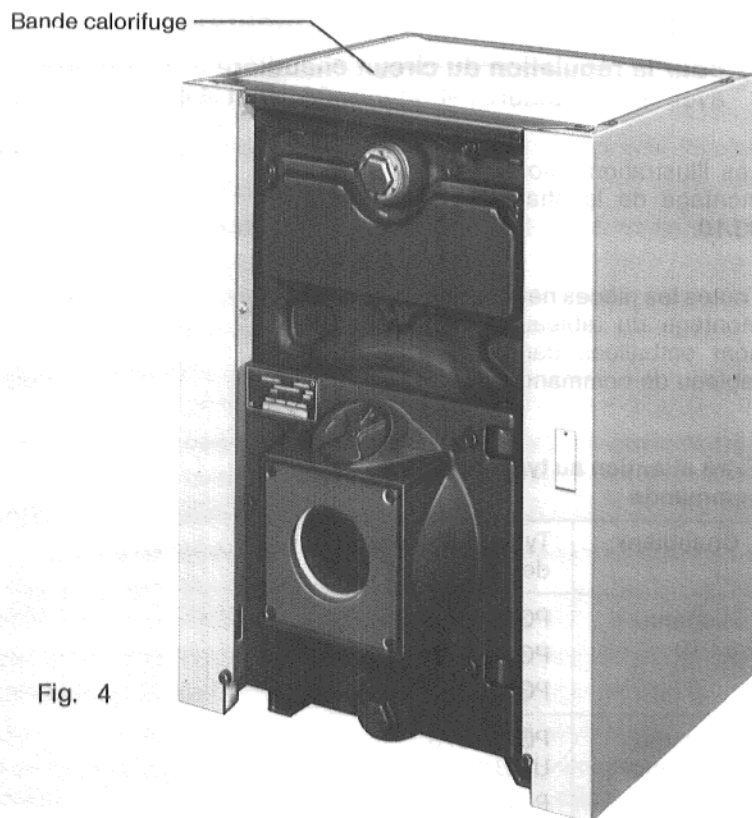

Fig. 4
Poser le calorifuge (4) sur la chaudière (Fig. 4).